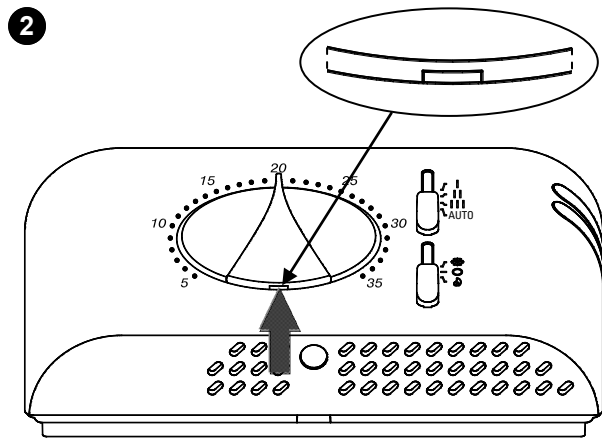

Fig. 3 - Abb. 3
- 2 Mover completamente ambos slider hacia abajo y posicionar el mando giratorio en 20°C; a este punto levantar el mando haciendo palanca con un destornillador en la ranura pertinente, indicado por la flecha en Fig. 3, prestando atención a no rayar la tapa.
- Déplacer les deux glissières complètement vers le bas et placer le bouton rotatif sur 20°C ; soulever ensuite le bouton rotatif en faisant levier à l'aide d'un tournevis dans la fente prévue à cet effet et signalée par une flèche sur la Fig. 3, en faisant attention à ne pas griffer la calotte.